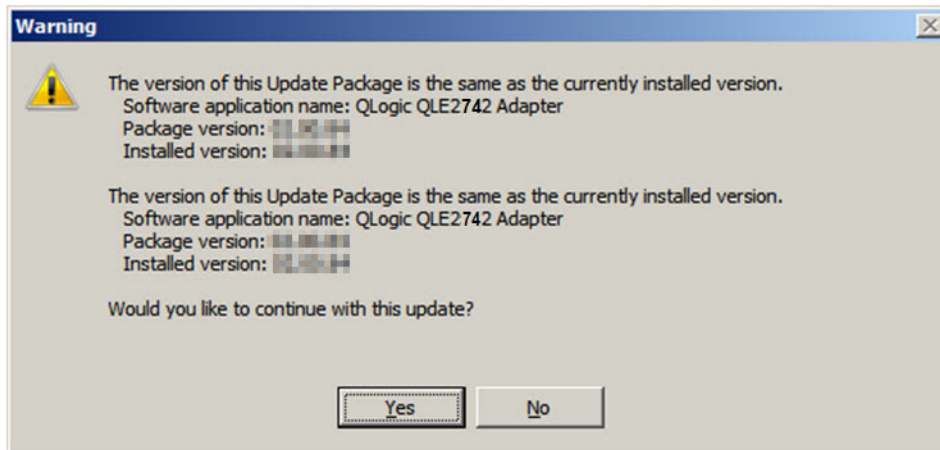

Ilustración 3-2. Continuar con la instalación del Paquete de actualización Dell
3. Siga las instrucciones del instalador. Si aparece un mensaje de advertencia (Ilustración 3-2), haga clic en **Yes** (Sí) para continuar con la instalación.